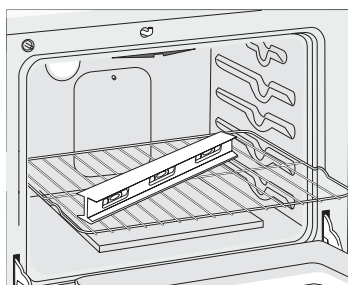

Figure 8
- Vérifiez si l'appareil est à niveau en installant une grille au centre du four et en plaçant un niveau à bulle sur cette dernière (Figure 8).
2. Déposez un niveau à bulle sur la grille (figure 8). Prenez 2 lectures en plaçant le niveau en diagonale dans une direction, puis dans l'autre direction. Si nécessaire, ajustez les 4 vis de nivellement avec une clé à molette (voir figure 23).